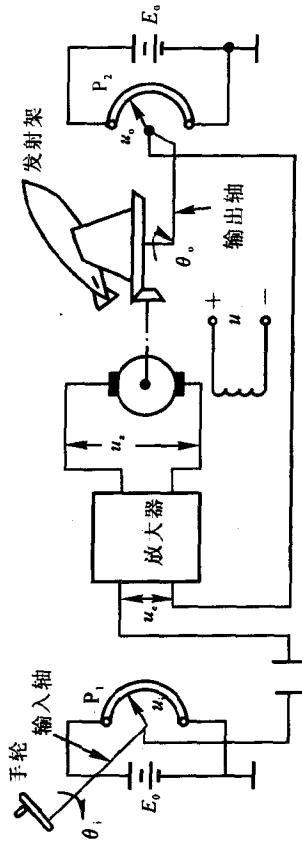

图 1.3.2 导弹发射架方位角控制系統原理图
2. 图 1.3.2 是控制导弹发射架方位的电位器式随动系统原理图。图中电位器  $P_1, P_2$  并联后跨接到同一电源  $E_0$  的两端,其滑臂分别与输入轴和输出轴相连接,以组成方位角的给定装置和反馈装置。输入轴由手轮操纵;输出轴则由直流电动机经减速器后带动,电动机采用电枢控制方式工作。